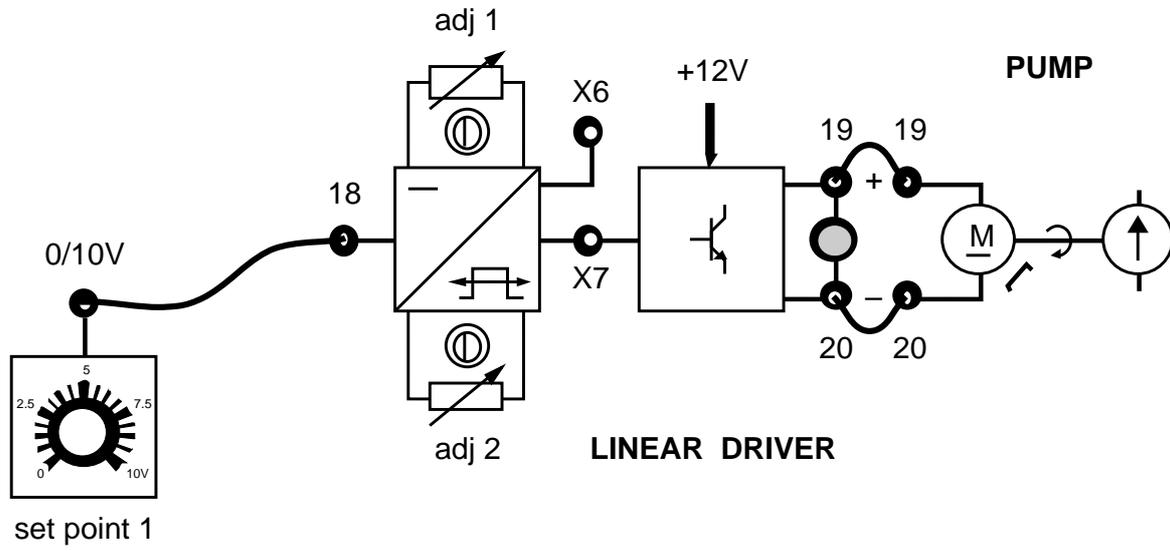

Fig. 13.1
Una vez asegurado de que se conozcan los prerrequisitos, entrega a los alumnos la Ficha 13.1 que representa el cableado del sensor de capacidad con la respectiva interface (fig. 13.1 y 13.2) y prepara el panel de simulación del proceso de la siguiente manera:
- 1) Conectar, mediante los cables, el casquillo 18 del LINEAR DRIVER al casquillo del SET POINT 1, el casquillo 19 al 19, el casquillo 20 al 20 (ficha 13.1 fig. 13.1).
- 3) Apretar el interruptor general (ON).